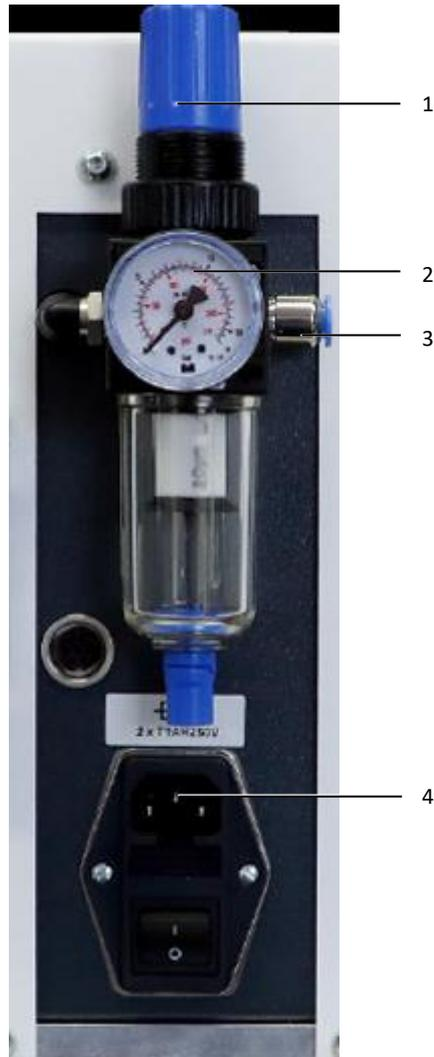

Abb. 3: Anschlüsse installieren
- Schließen Sie zuerst den Druckluftschlauch an der Druckluftwartungseinheit des Automaten an (Abb. 3, Pos. 3).
- Kontrollieren Sie die Manometeranzeige (Abb. 3, Pos. 2).
- Falls nötig, regeln Sie den Betriebsdruck nach. Ziehen Sie dazu die Einstellschraube (Abb. 3, Pos. 1) nach oben und drehen Sie sie vorsichtig:
- Stecken Sie das Netzkabel in die Netzanschlussbuchse (Abb. 3, Pos. 4) des Automaten und schließen Sie es an die Stromversorgung an.